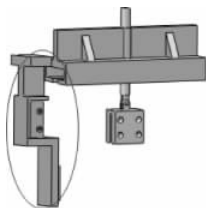

图 3-101 添加夹具零件
(1) 单击【装配体】工具栏中的【插入零部件】按钮 , 弹出【插入零部件】的属性设置。单击【浏览】按钮, 在弹出的【打开】对话框中选择零件【夹具】, 单击【打开】按钮, 在图形区域中的合适位置单击插入, 然后使用移动功能移动夹具到最终配合位置附近, 如图 3-101 所示。